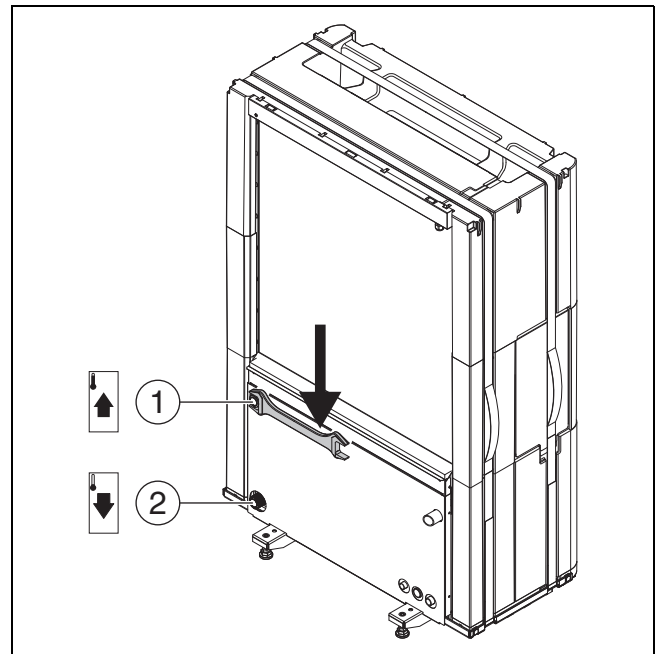

Fig. 15 Raccordements des tuyaux de fluide caloporteur, valable pour toutes les tailles
- ▶ Raccorder le départ de l'unité intérieure à la sortie de fluide caloporteur de la pompe à chaleur (→ [1], fig. 15).
- ▶ Raccorder le retour de l'unité intérieure à l'entrée de fluide caloporteur de la pompe à chaleur (→ [2], fig. 15).
- ▶ Serrer les raccords des tuyaux de fluide caloporteur avec un couple de serrage de 120 Nm. Orienter la force vers le bas (→ fig. 15) pour éviter la charge latérale du condensateur.